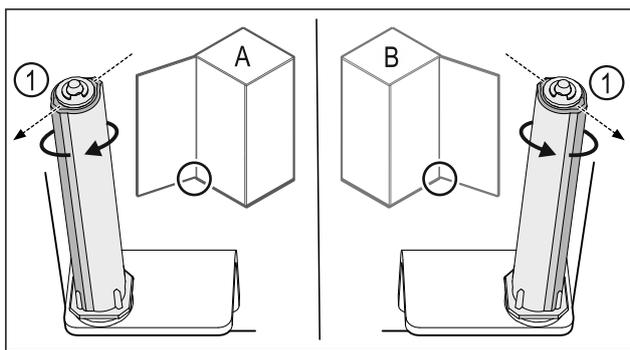

Fig. 50 Розкриття ліворуч (A) / Розкриття праворуч (B)
- ▶ Систему закриття повертати проти опору доки перемичка системи закриття Fig. 50 (1) не покажуватиме назовні.